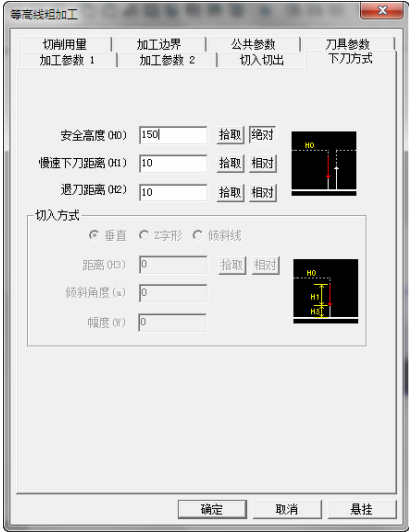

图 8-165 “下刀方式”选项卡
4) 单击“下刀方式”选项卡,“安全高度”“慢速下刀距离”“退刀距离”“距离”参数数值如图 8-165 所示。